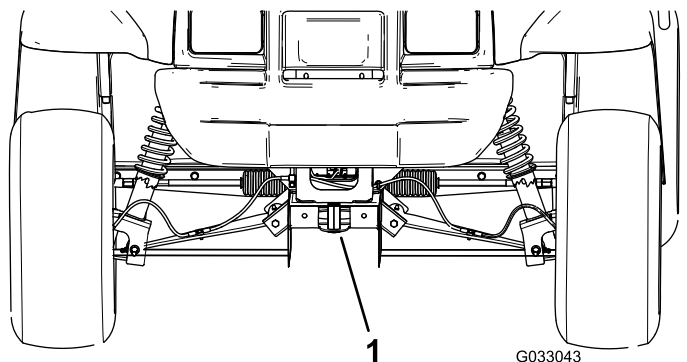

Bild 19
- Die vordere Hebestelle der Maschine befindet sich vorne am Rahmen hinter der Anhängerkupplung (Bild 19).